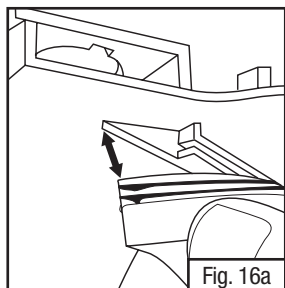
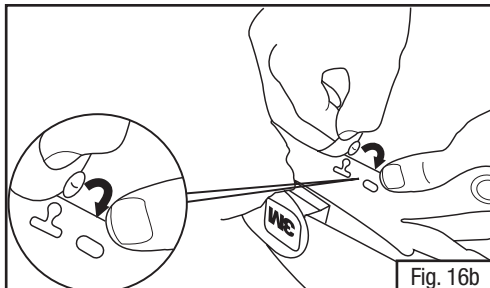

Fig. 16a
Fig. 16b
- Pour installer le joint frontal, saisir le joint d'étanchéité noir et l'aligner avec la pièce faciale, comme l'indique la Fig. 16a. **REMARQUE :** Durant l'installation du joint frontal, orienter le côté « luisant » face à soi (vers l'extérieur). Appuyer fermement sur une petite section du joint d'étanchéité à la fois de manière à l'insérer dans la rainure. S'assurer d'insérer complètement les deux nervures du joint d'étanchéité dans la rainure. Saisir la languette en tissu dotée d'un bouton et la replier vers l'intérieur de la coiffe. Fixer le bouton du joint frontal à la coiffe (Fig. 16b).